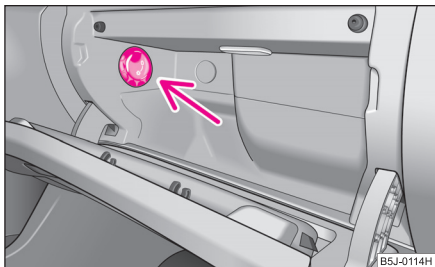

Fig. 94 Torpedoul: Răcirea
– Porniți, respectiv opriți răcirea de la întrerupătorul ⇒ fig. 94.